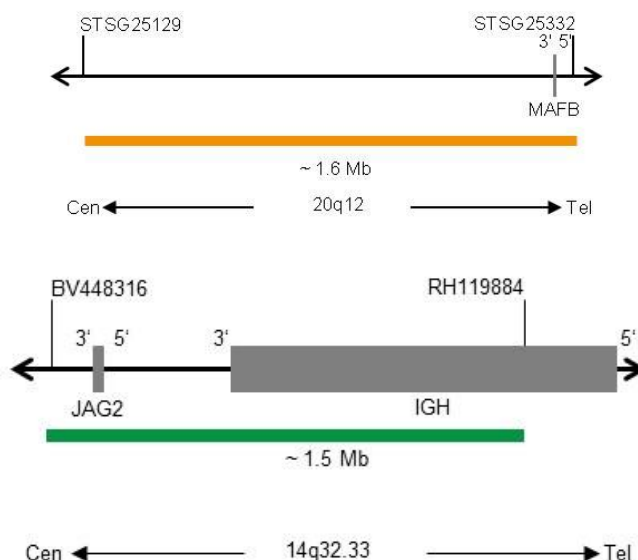

Fig. 1: Cima: SPEC MAFB Mapa da sonda; Baixo: SPEC IGH Mapa da sonda (sem escala)
- Polinucleótidos (~6.0 ng/μl) com marcação ZyOrange (excitação 547 nm/emissão 572 nm), dirigidos ao mapeamento de sequências alvo em 20q12* (chr20:37,782,012-39,385,613) contendo o gene MAFB (ver Fig. 1).
- Polinucleótidos (~12.0 ng/μl) com marcação ZyGreen (excitação 503 nm/emissão 528 nm), dirigidos ao mapeamento de sequências alvo em 14q32.33* (chr14:105,462,169-106,995,000) contendo o locus IGH (ver Fig. 1).